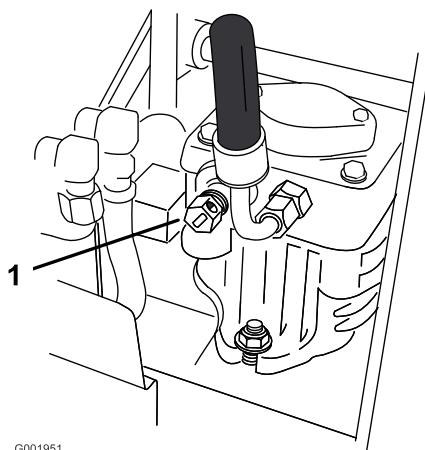

Figura 10
- Abra las válvulas de desvío de ambas bombas girándolas 1 a 2 vueltas en el sentido contrario a las agujas del reloj. Esto permite que el aceite hidráulico se desvíe alrededor de la bomba, dejando que las ruedas giren (Figura 10).